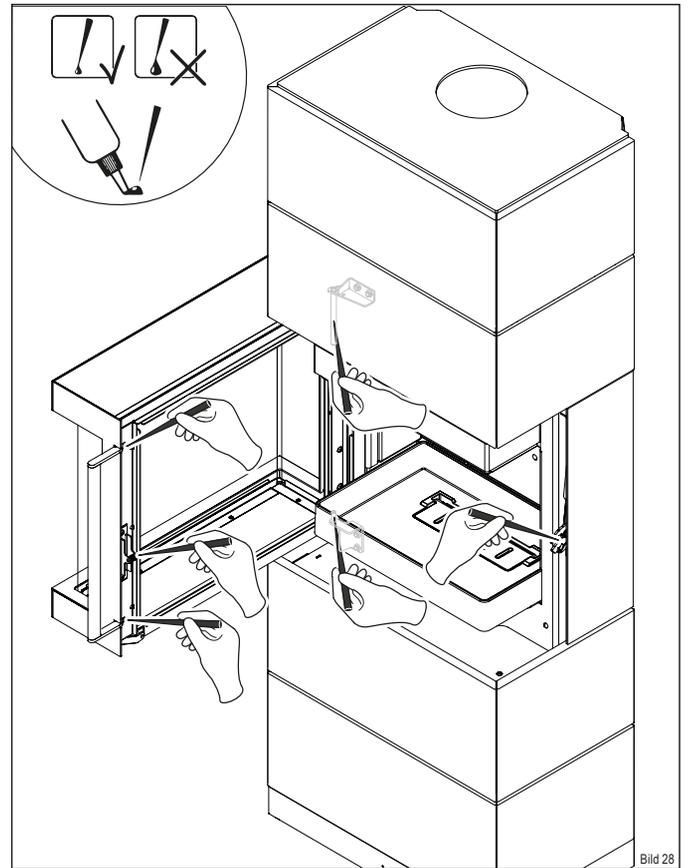

Bild 28
- ▶ Schmieren Sie die Punkte mit dem Spezialfett aus der Startbox (Bild 28).